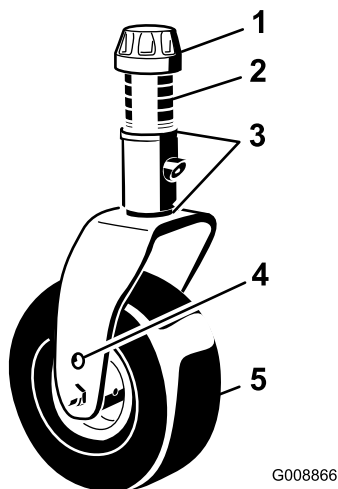

図 7
2. 左右のキャスト・フォークの同じ穴にキャスト・ホイールの軸をセットする。セッティング用の穴の選択については 図 7 および 図 8 を参照してください。
3. スピンドル・シャフトからテンショニング・キャップを取り (図 7)、キャスト・アームからスピンドルを抜き出す。シム (3 mm) を 2 枚スピンドルのシャフトに通す (当初の状態と同じに)。これらのシムは、デッキ全体の左右の水平調整に必要となる。希望する刈高に必要な枚数のスペーサ (13 mm 厚) をスピンドル・シャフトに通し、その上からワッシャを取り付ける。